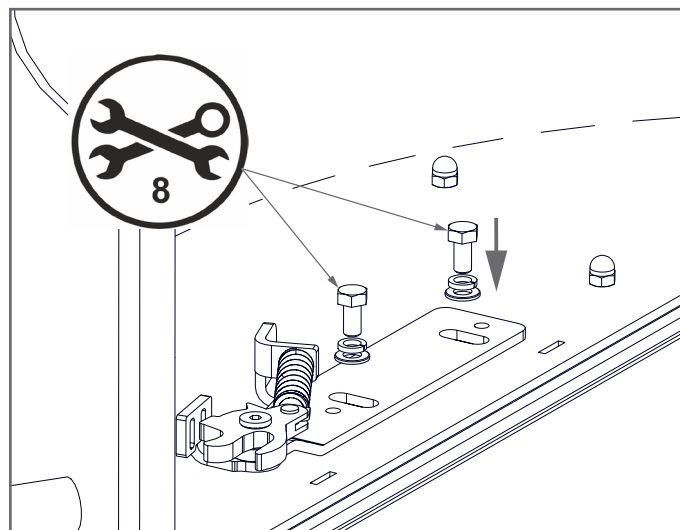

Abb.:3.2
- Schlossfänger Tür oben (Abb.:3.2)